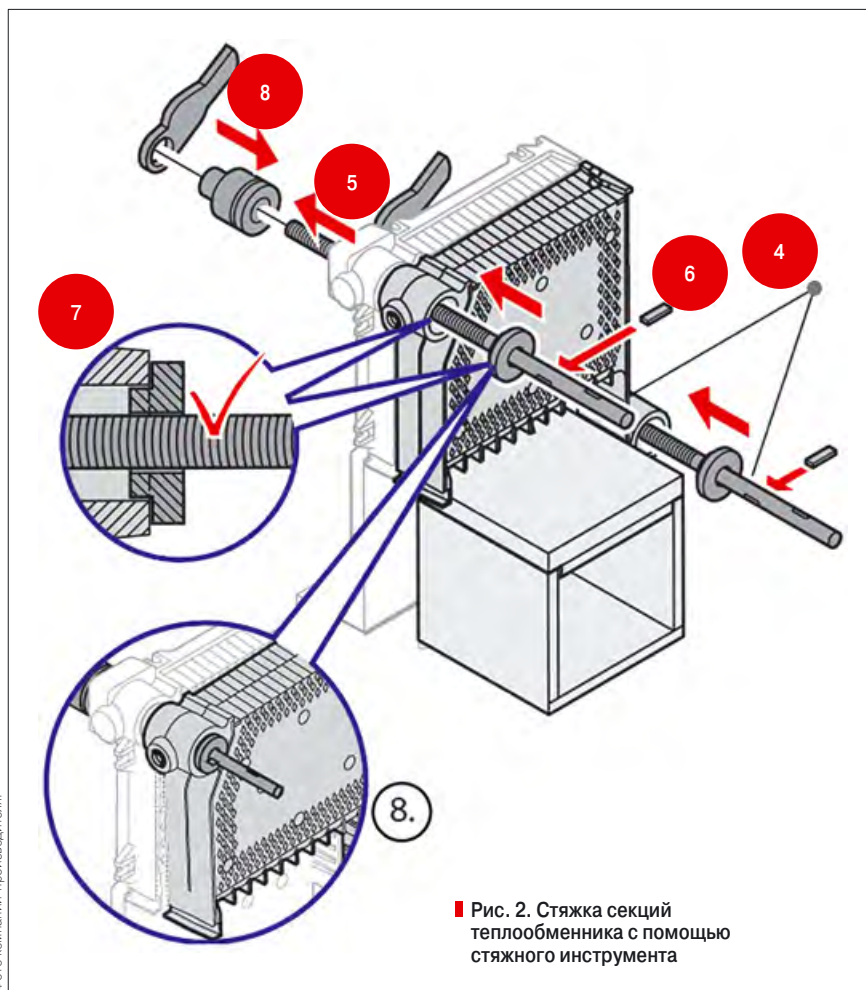

Рис. 2. Стяжка секций теплообменника с помощью стяжного инструмента
12. Используя стяжной инструмент, стяните секции до полного их соединения (рис. 2).